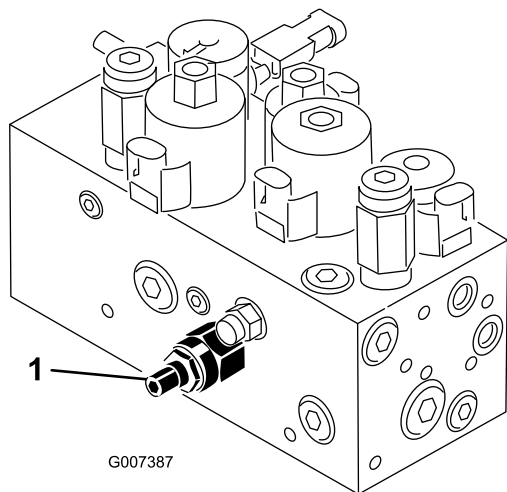

Figure 48
Le circuit de relevage/descente des plateaux de coupe de cette machine est muni d'un régulateur de débit (Figure 48). Celui-ci est réglé en usine. Il faut cependant parfois le régler pour compenser les différences de températures de l'huile hydraulique, de vitesses de tonte, d'accessoires etc. Dans ce cas, procédez comme suit :
1. Soulevez le siège et trouvez le régulateur de débit du cadre de traction central (Figure 48) situé sur le côté du collecteur hydraulique.